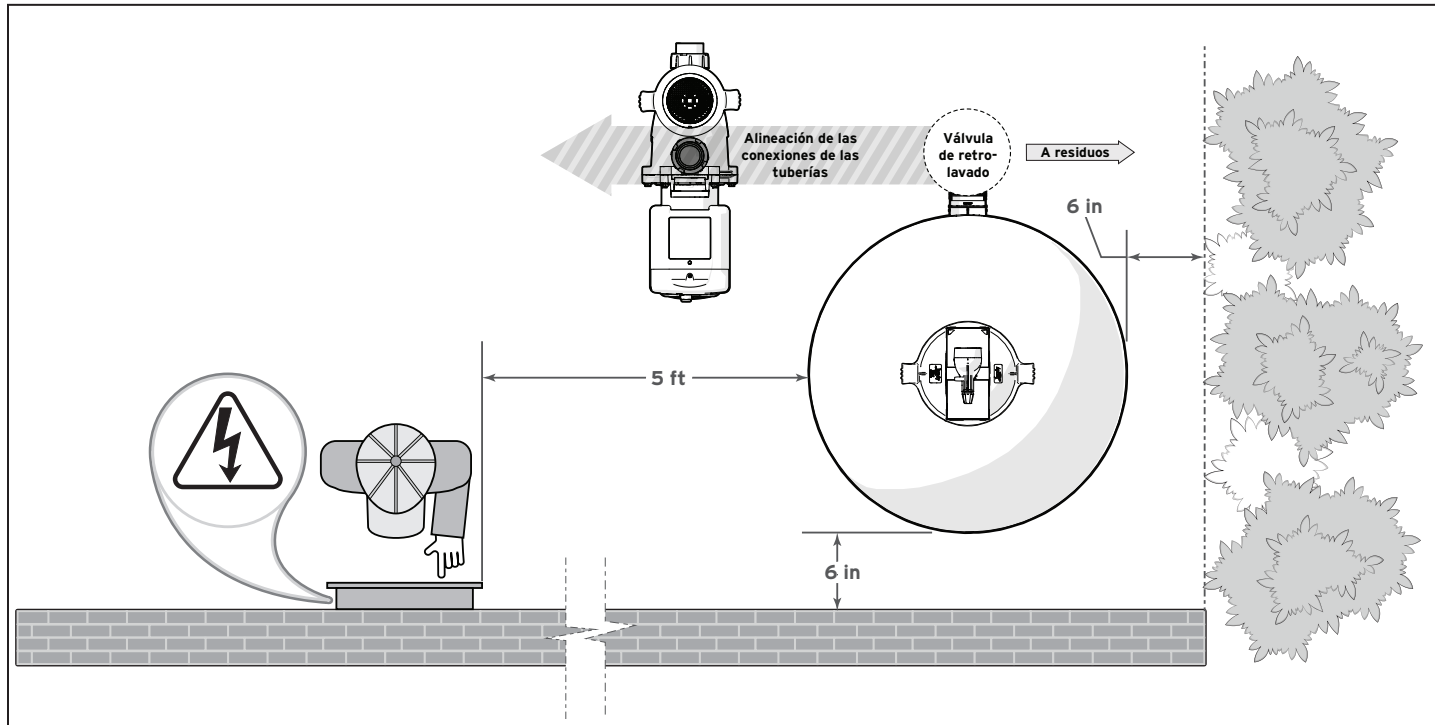

Figura 3. Requisitos de ubicación del filtro
- Coloque el filtro en la base de hormigón, alineado con los tubos de entrada/salida. Consulte la Figura 3.